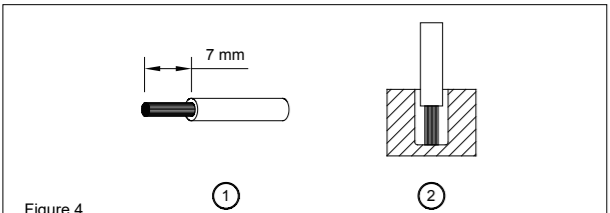

Figure 4
You can use flexible (stranded wire) or solid cables with cross section 0.52-5.3mm² (AWG 20-10) and torque of 4.57kgf-cm (3.96 lb in). To secure reliable and shock proof connections, the stripping length should be 7 mm (see Fig. 4 (1)). Please ensure that wires are fully inserted into the connecting terminals as shown in Fig. 4 (2).
Vous pouvez utiliser du câble souple (conducteurs torsadé) ou rigide de section 0,52-5,3mm² (AWG 20-10) avec un couple de serrage de 4,57 kgf-cm (3,96 lb in). Le câble doit être dénudé sur 7mm pour assurer une connexion fiable et résistante au choc (voir Fig. 4 (1)). Merci de s'assurer que les fils sont entièrement insérés dans le connecteur comme montré en Fig. 4 (2).